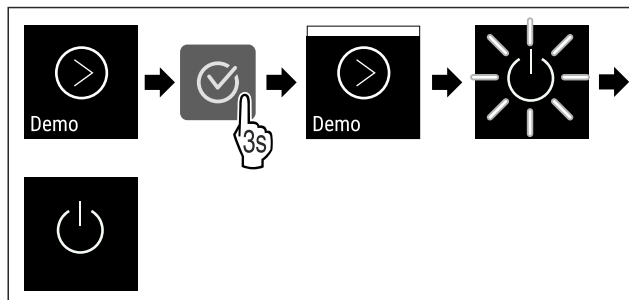

Fig. 110
- ▶ Proved'te akční kroky (viz Fig. 110) .